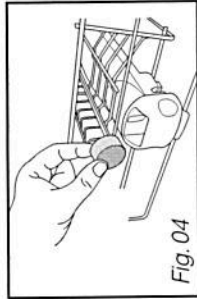
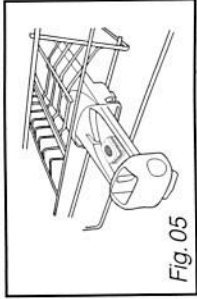

Fig. 04
Fig.05
As pastilhas que não são multi-usos devem ser colocadas no compartimento externo (Fig 04) ou, para um excelente desempenho, puxe para fora a gaveta do dispensador e introduza a pastilha (Fig 05).
- Colocar a pastilha no compartimento externo (Fig 04 da página anterior) ou, para um excelente funcionamento, puxe a gaveta do distribuidor para fora e coloque aí a pastilha.
(Fig 05 da página anterior).